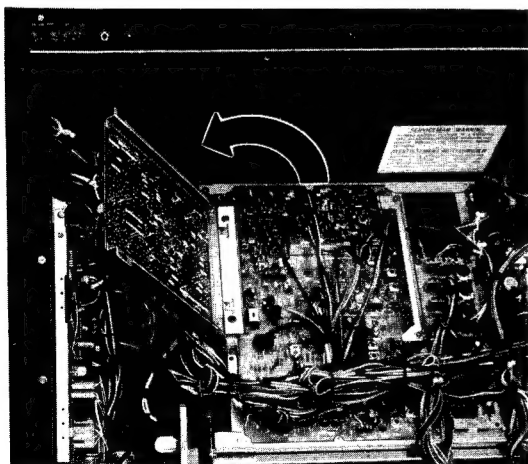

Fig. 2-6 Abb. 2-6
2. Draw out the G-Board block then lay down the this block as shown in fig. 2-6.
2. Den G-Plattenblock herausziehen und diesen Block so hinlegen, wie in Abb. 2-6 gezeigt.